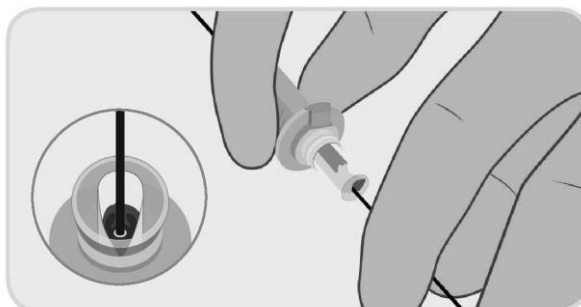

Figura 7. Carga del alambre guía en la cánula del dispositivo
- a. Use solución salina no heparinizada para lubricar el alambre guía durante la inserción. Inserte el alambre guía en el implante dentro de la cánula de carga, figura 7. Siga insertando el alambre guía hasta que sobresalga por la parte trasera del mango del dispositivo de cierre PerQseal®. Sostenga la vaina introductora PerQseal® formando un ángulo bajo respecto al eje longitudinal de la arteria (p. ej., 20°) y mantenga la vaina introductora lo más recta posible, para evitar que se doble.
Nota 2: Durante la inserción, sujete solamente la parte posterior de la cánula de carga como se indica en la figura 7.